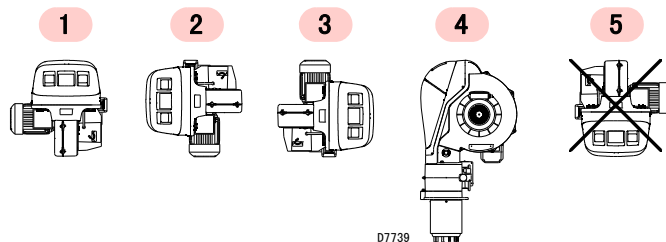

图 9
- ▶ 仅可在位置 1、2、3 和 4 操作燃烧器(图 9)。